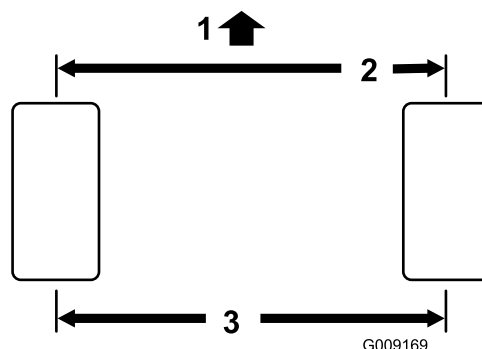

Figura 61
1. Mida la distancia entre centros (a la altura del eje) en la parte delantera y trasera de los neumáticos de dirección (Figura 61).